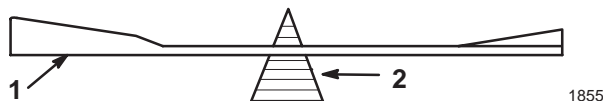

Figure 37
2. Vérifiez l'équilibre de la lame en la plaçant sur un équilibreur (Fig. 37). Si la lame reste horizontale, elle est équilibrée et peut être utilisée. Si la lame est déséquilibrée, limez un peu le dos de la lame. Vérifiez de nouveau et répétez la procédure jusqu'à ce que la lame soit équilibrée.